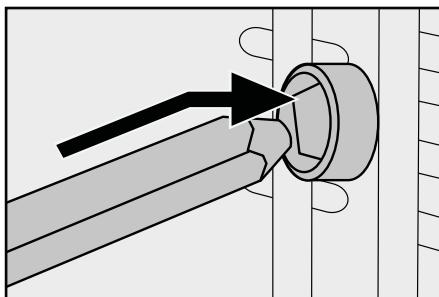

Fig. 1: Empurrar o espeto rotativo **16** para dentro da unidade de acionamento **1**.
- Primeiro empurre a extremidade do espeto rotativo **16** sem ranhura na unidade de acionamento **1** (fig. 1):